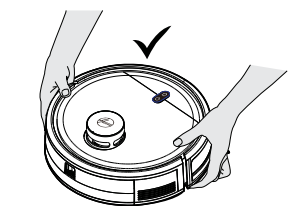

Fig. 19
**IMPORTANT :** Avant toute opération d'entretien, veillez à ce que l'appareil soit éteint. Saisissez le robot toujours avec deux mains pour le soulever et le transporter et assurez-vous de tenir le robot droit. [Fig. 19]